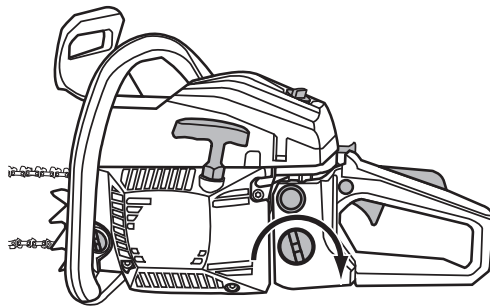

Abb. 13
5. Öffnen Sie den Kraftstoff-Tank, indem Sie den Deckel (21) gegen den Uhrzeigersinn drehen (Abb. 13) und abnehmen.